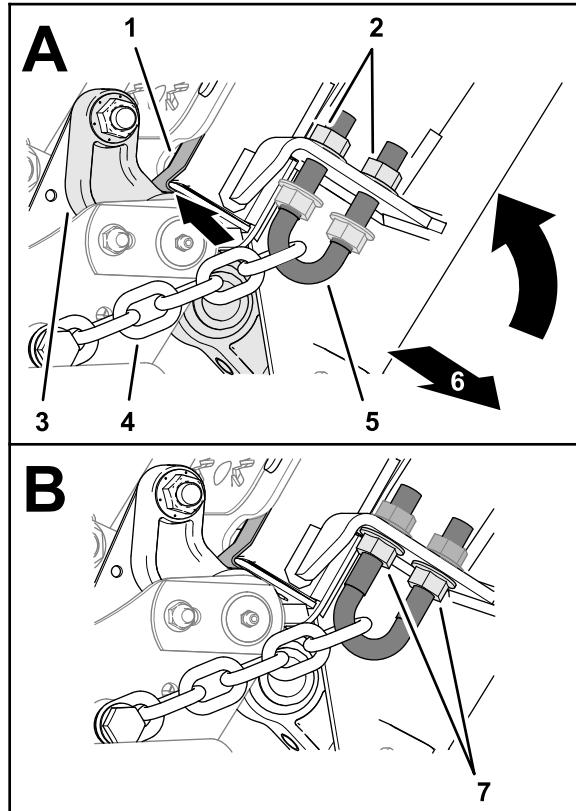

Figura 35
2. Enrosque las tuercas con arandela prensada dentada interiores (Figura 35) y apriételas a 103 – 127 N·m.
1. En la parte delantera de la carcasa, apriete las tuercas con arandela prensada dentada exteriores hasta que las cadenas estén tensadas (Figura 35).